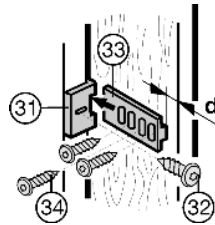

Fig. 19
- ▶ Türkopplungsteil Fig. 19 (31) mit Schraube Fig. 19 (32) montieren, dabei Position des Griffs beachten. Bei ganz geöffneter Tür:
- ▶ Türkopplungsschiene Fig. 19 (33) einschieben und an die Möbeltür mit Schrauben Fig. 19 (34) anschrauben. Dabei Abstand d (Wandstärke des Küchenschanks) einhalten.